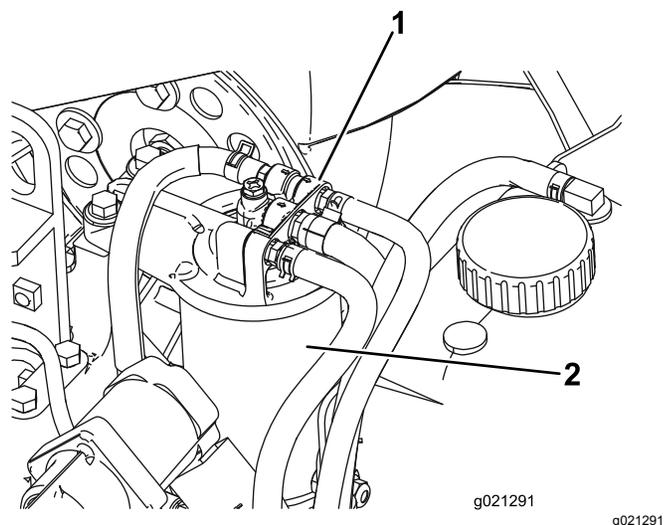

Рисунок 84
1. Очистите поверхность вокруг головки топливного фильтра (Рисунок 84).
2. Снимите фильтр и очистите монтажную поверхность головки фильтра (Рисунок 84).